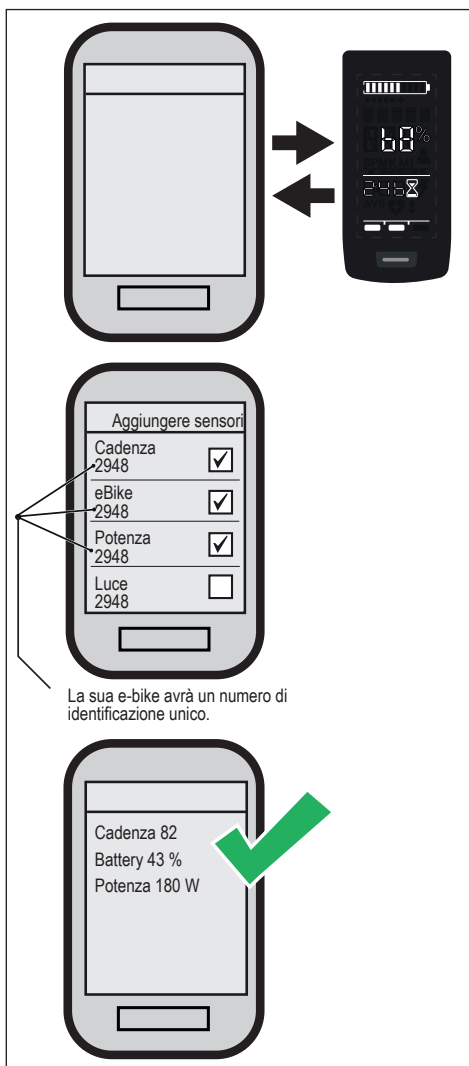

Fig. 8: Collegamento e-bike al computer da bicicletta
- Selezioni almeno i tre sensori mostrati (vedere Fig. 8).